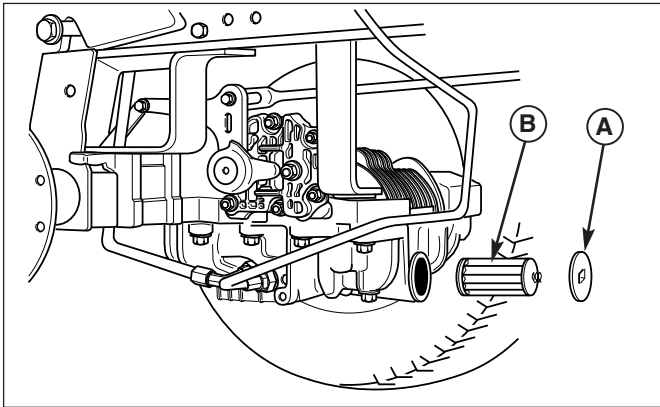
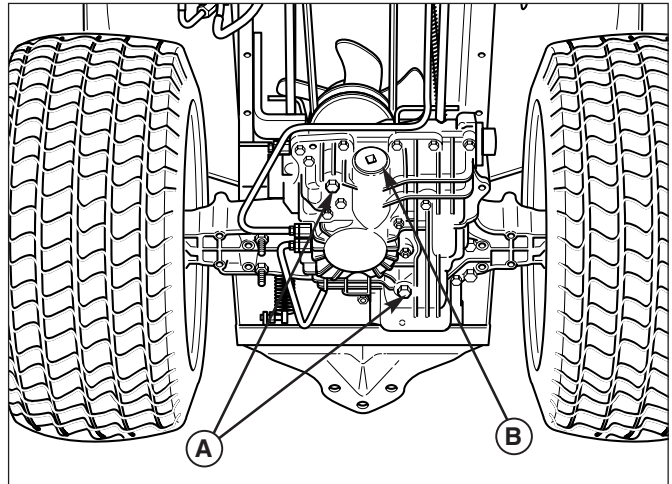

Figure 44. Entretien du filtre de transmission interne
Figure 45. Bouchons de vidange de transmission
1. Placer un entonnoir de vidange sous la transmission et retirer les deux bouchons de vidange de 14 mm (A, figure 44).
3. Déposer le capuchon d'accès au filtre (B, figure 44).
5. Déposer et remplacer le filtre de transmission interne (B, figure 44).
6. Remettre en place le capuchon d'accès au filtre (A, figure 44) et les deux bouchons de vidange de 14 mm (A, figure 45).
1. A l'aide d'un chasoir approprié, retirer la goupille cylindrique de la base du volant (B, figure 45).
2. Tirer le soufflet en caoutchouc vers le bas pour exposer les deux trous de la colonne de direction (A).